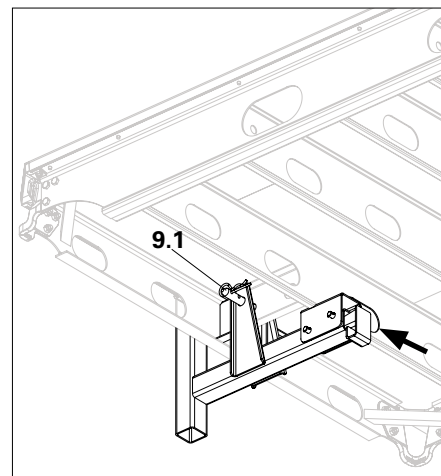
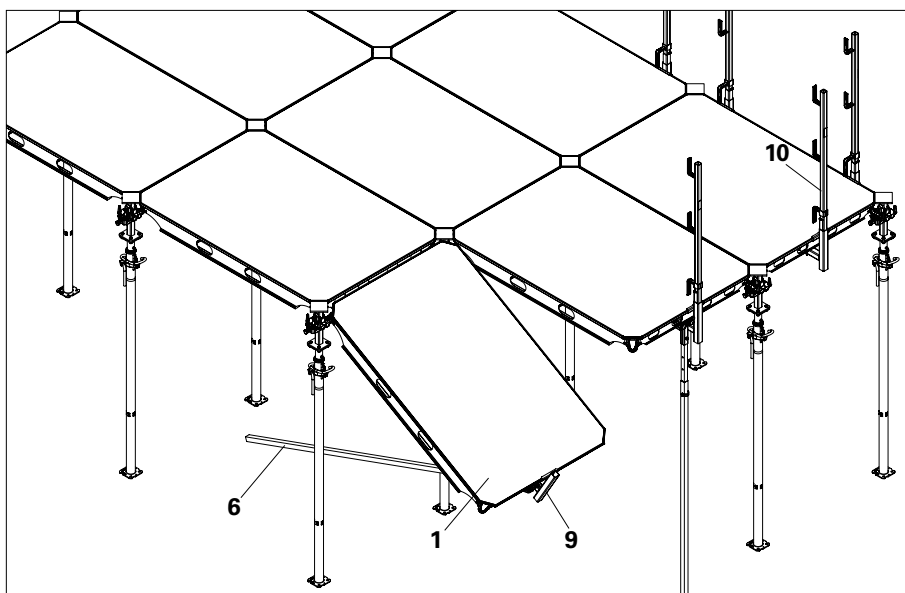
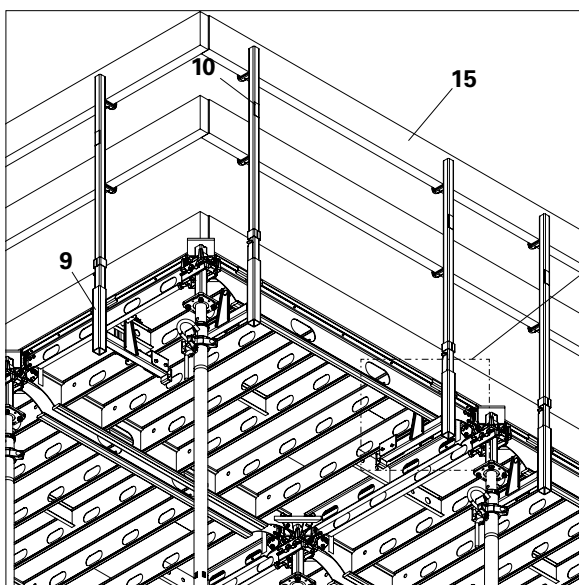

Fig. A9.02
Fig. A9.03
Fig. A9.04
- Per mettere in tensione il parapetto, battere il cuneo con il martello nel senso della freccia. (Fig. A9.02)
- Ruotare il pannello ADP (1) lungo il supporto parapetto (9) verso l'alto, usando l'ausilio per cassaforma (6).
- Inserire il montante parapetto HSGP-2 (10) nel supporto parapetto (9) dall'alto. (Fig. A9.03)
- Salire sulla cassaforma per inserire il montante parapetto HSGP-2 (10) solo dopo che il sistema è stato fissato saldamente.
- Inserire le tavole del parapetto (15) e fissare con chiodi. (Fig. A9.04)